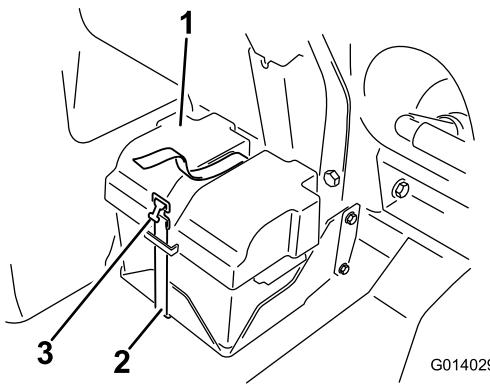

Figura 75
2. Retire la tapa de la batería (Figura 75) y desconecte el cable negativo (negro) de masa del borne de la batería.
4. Instale la cubierta de la batería, sujetándola con la correa que retiró anteriormente (Figura 75).